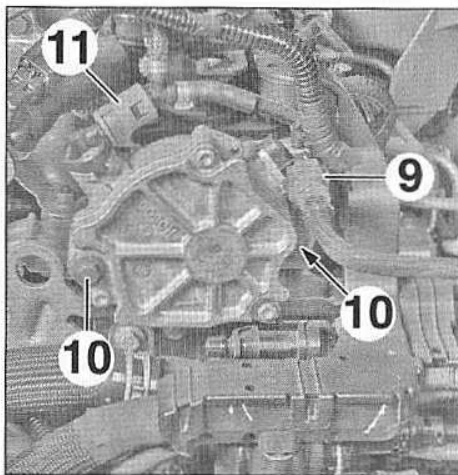

FIG.44
- Débrancher le raccord (9) (Fig.44).
- Déposer les vis (10).
- Sortir la pompe à vide, la pivoter autour du raccord (11) puis débrancher ce dernier.